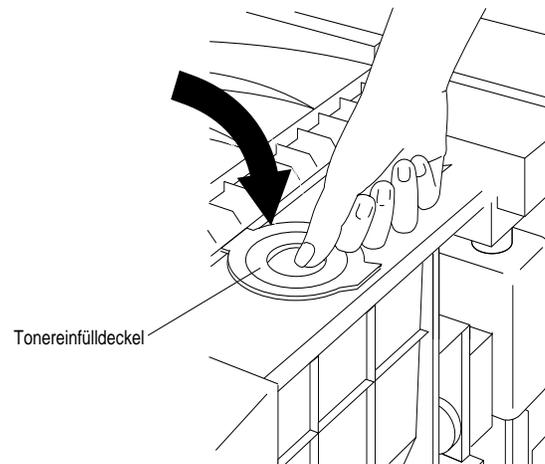

Abbildung 2-51 Tonereinfülldeckel schließen
7. Schließen Sie den Tonereinfülldeckel (siehe Abbildung 2-51).